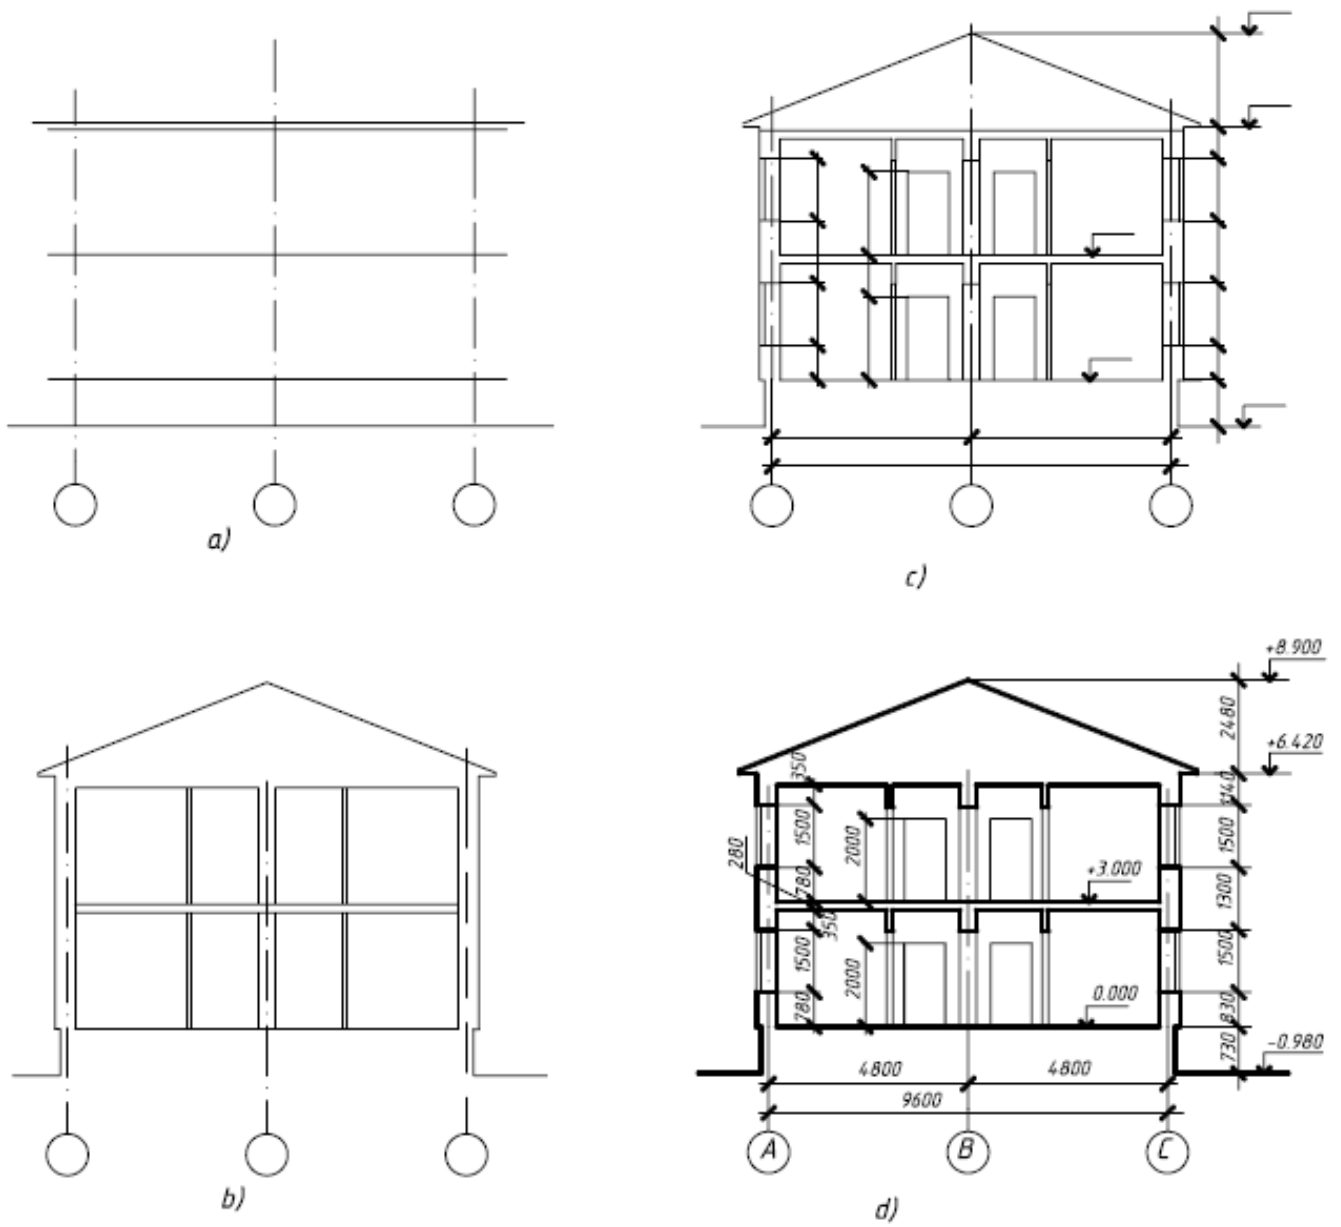

Рис. 61 Последовательность выполнения разреза здания.
- Разрез здания рекомендуется выполнять в следующей последовательности (рис. 61).